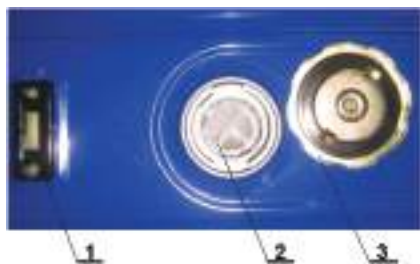

Рис. 4. Топливный бак
7.2.2. Открыть крышку топливного бака (3) (рис. 4).
7.2.3. Заправить бак топливом, при этом топливо заливать через фильтр (2) , встроенный в горловину бака (рис. 4). Использовать чистый бензин с октановым числом 92. При заправке необходимо оставить некоторое пространство в баке для расширения топлива. Хранить бензин перед использованием не более 30 дней.
**Важно!** Если перед запуском на газовом топливе генератор эксплуатировался на бензине, то бензин надо слить из карбюратора, отвернув пробку-заглушку-1 на редукторе карбюратора, см.рис.4, а затем завернуть её обратно.